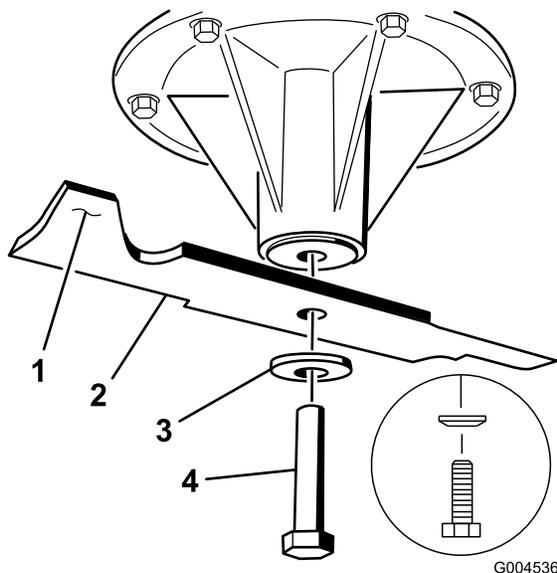

図 78
2. スピンドルのシャフトからブレードボルト、湾曲ワッシャ、ブレードを取り外す 図 78。
3. もし傾くようなら、重い方の裏面を少し削って調整する 図 78。